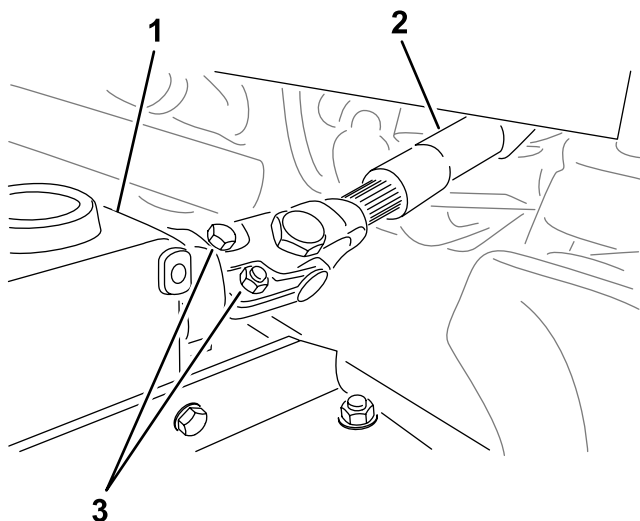

Figure 17
3. Lorsque vous installez l'arbre de PDF sur le boîtier d'engrenages, assemblez chaque paire de boulons (5/16" x 2") et écrous (5/16") à l'opposé l'une de l'autre (Figure 17) et serrez les écrous à 40 N·m.